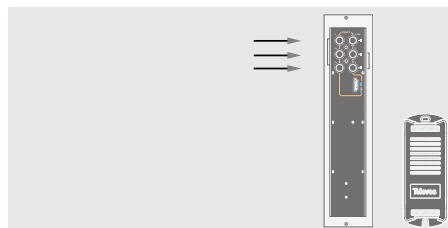

Fig. 2 / Рисунок 2
2. Les signaux d'entrée audio et vidéo raccordés sur la face arrière du module (figure 2).
2. На задней панели модуля устройства подключите входные сигналы аудио и видео (рисунок 2).